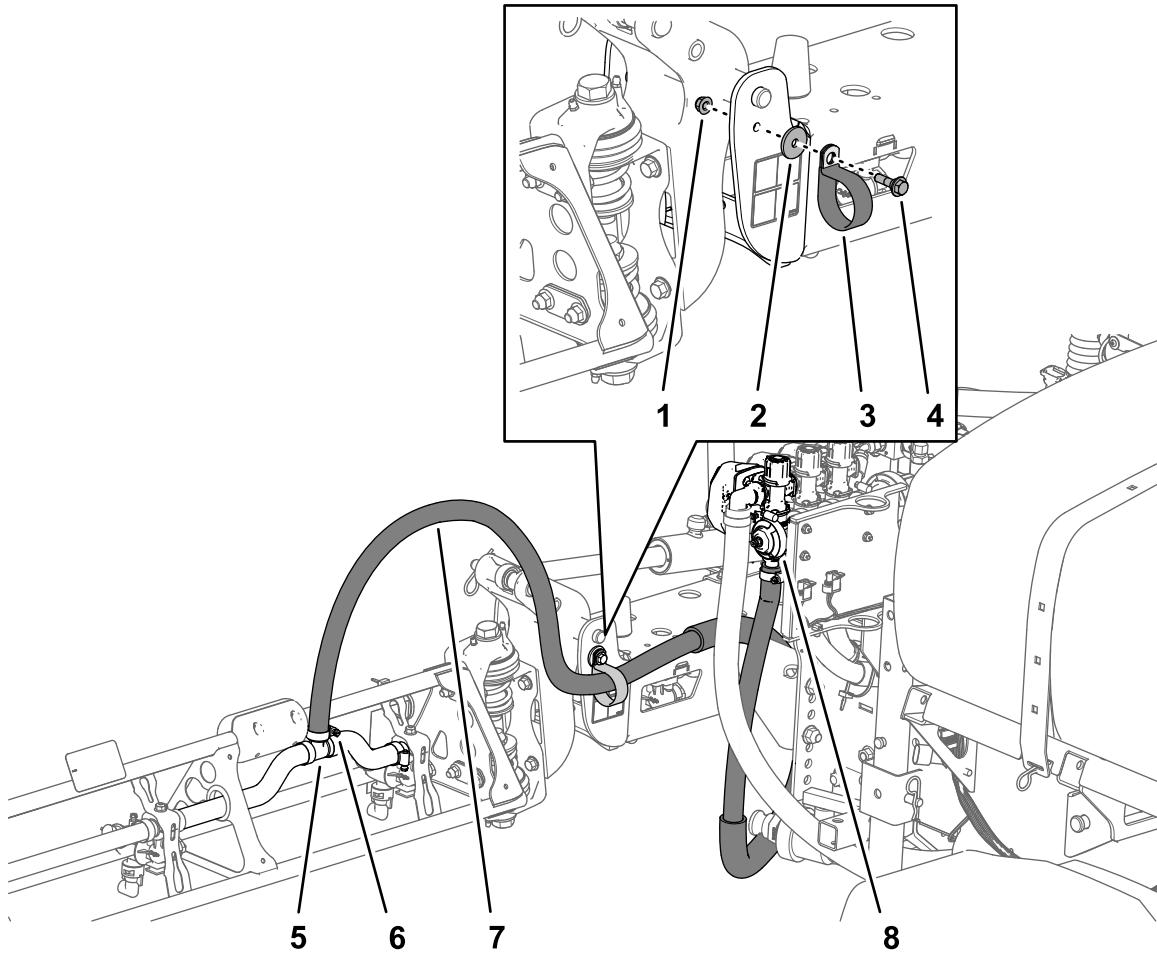

Bild 43
1. Verlegen Sie die Schläuche des Auslegerabschnitts, wie in Bild 42 und Bild 43 abgebildet.
2. Befestigen Sie die Auslegerschlüeche mit einer R-Klemme, einer Ansatzschraube (5/16" x 1"), einer Sicherungsmutter (5/16") und einer Scheibe (5/16") vorne am mittleren Auslegerabschnitt (Bild 42 und Bild 43).
3. Befestigen Sie den Schlauch des Auslegerabschnitts mit einer Schlauchklemme über dem gezahnten T-Anschlussstück (Bild 42 und Bild 43).